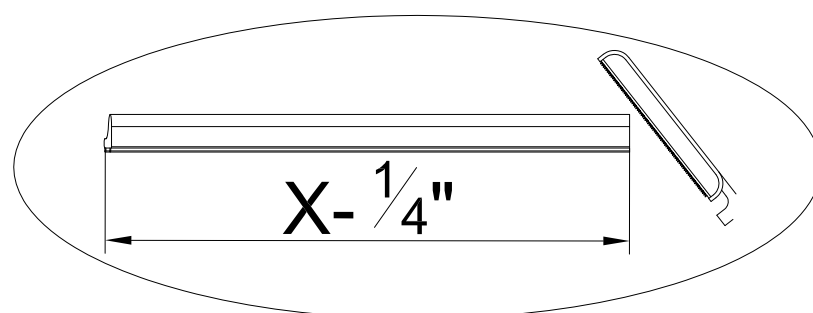

Fig.25
À l'aide d'une scie à métaux, coupez la barre de seuil (11) à la distance mesurée entre le grand verre fixe et le petit verre fixe. Retirez les arêtes vives ou bavures après la coupe. Voir la figure 25.